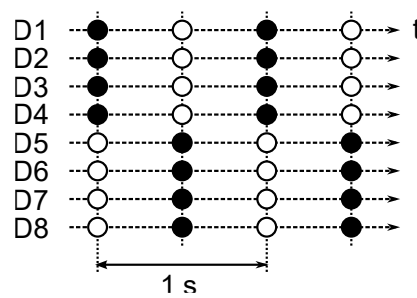

Figure 2: Motif à programmer sur les LEDs dans TP1b_timer2
- 2) Ecrire un programme permettant d'allumer alternativement les LEDs D1-D4, puis D5-D8, avec une période d'exactement une seconde (comme représenté en Fig. 2).